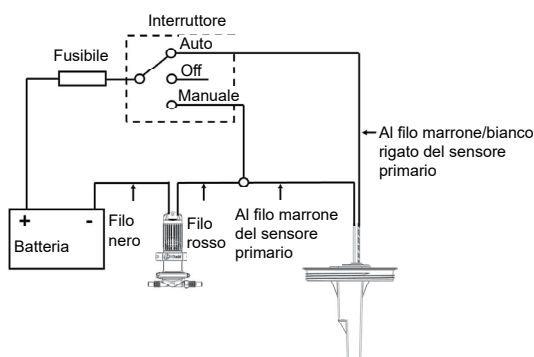
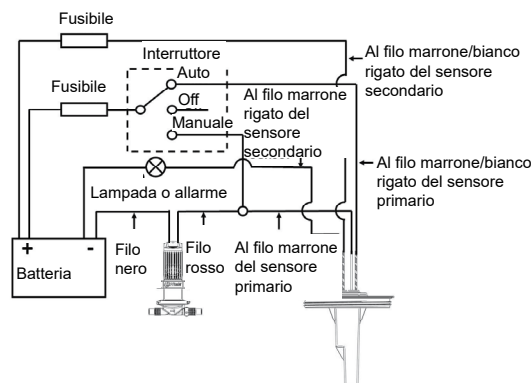

Figura 8A – Piano di cablaggio – per modelli a sensore singolo
Figura 8B – Piano di cablaggio – per modelli a sensore doppio
- Figura 8A & B Piani di cablaggio
- **AVVERTENZA:** l'installazione **deve essere** eseguita da un elettricista adeguatamente qualificato. Il cablaggio improprio può causare un incendio che può provocare lesioni o la morte. Le informazioni di cablaggio proposte (figura 8A e figura 8B) sono fornite solo a titolo di guida; il cablaggio **deve** essere conforme agli standard elettrici applicabili. **Devono** essere installati fusibili e interruttori di circuito di misura adeguata.
- Contattare il supporto Whale +44 (0)28 9127 0531 – per ricevere consigli specifici sulla propria installazione
Passo 4: Cablaggio: vedere la figura 8A o la figura 8B.